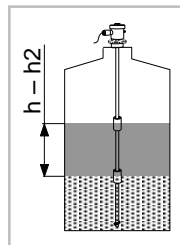

Рис. 10
3) При использовании двух поплавков необходимо учитывать, что измерение двух уровней происходит, если расстояние между поплавками больше  $\frac{1}{2}$  длины зонда. Соответственно, длину зондов необходимо выбирать из условия:  $Z < h - h_2$ , где разница  $h - h_2$  равна минимальной толщине слоя жидкого продукта (рис. 10).